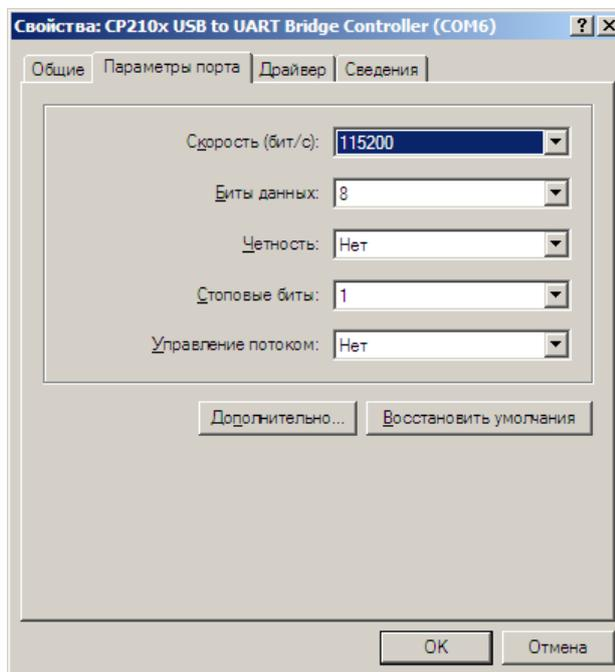

Рисунок 3 - Параметры порта
3.4.1.4 В появившемся окне выбрать закладку «Параметры порта», рисунок 3, и нажать кнопку «Дополнительно...».